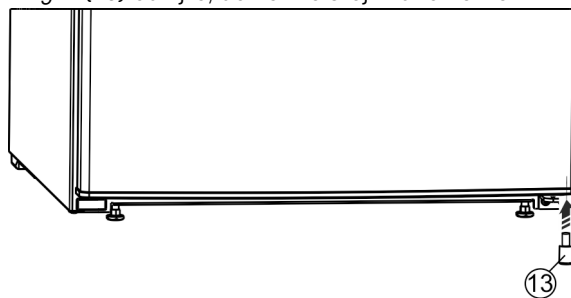

Fig. 11
- ▶ Distančni *Fig. 11 (13)* ponovno namestite v vrata spodaj desno, saj je pomemben za stabilnost naprave.